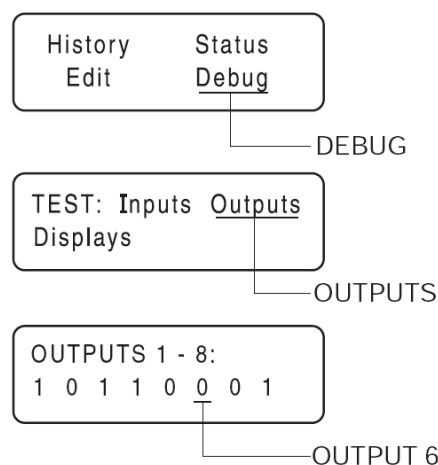

Рисунок 6. Домашняя страница, экраны «Debug» и «Outputs»
- f. Цифровое значение Output 6 – это выходной сигнал со схемной платы провода 56. Смотреть рисунок 6.